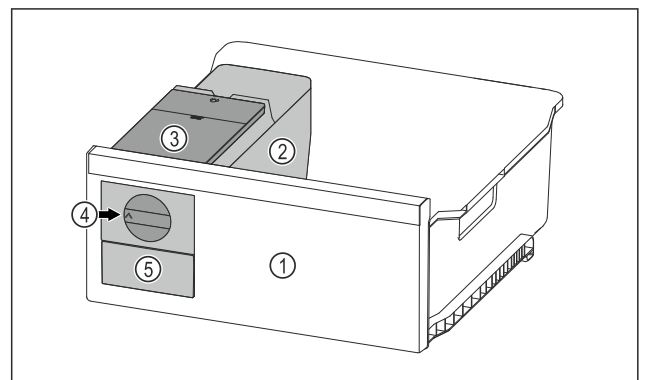

Fig. 41 Ілюстративне зображення
- ▶ Поворотну ручку Fig. 41 (4) повернути за годинниковою стрілкою до упору.
- ▷ Кубики льоду випадають із ванночки для кубиків льоду у висувний ящик для кубиків льоду Fig. 41 (5). Якщо не всі кубики льоду виймаються з ванночки для кубиків льоду: